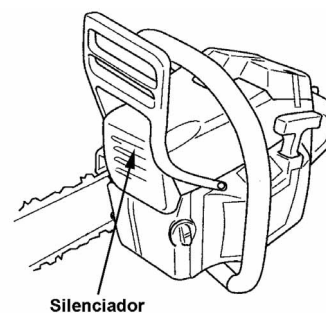

FIG. 021
- Nivel de ruido, aceptable. **FIG. 021**